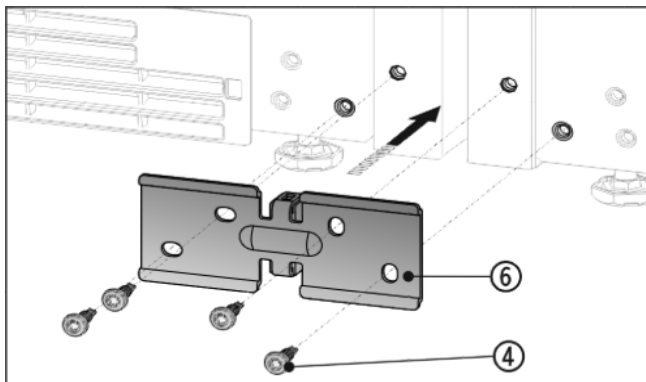

Fig. 8
- ▶ Skub vinklen Fig. 8 (6) og afstandsstykket ind mellem skabene, og fastgør den løst med 4 skruer Fig. 8 (4).